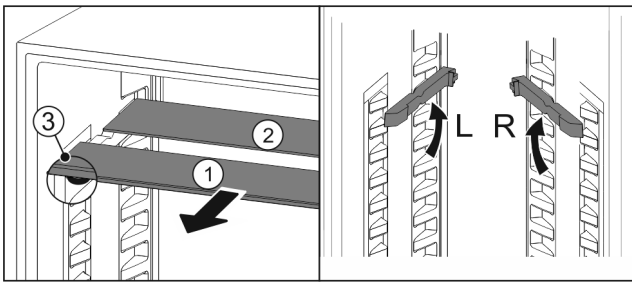

Fig. 43
- ▶ По одной извлеките Fig. 43 (1) стеклянные панели движением вперед.
- ▷ Стеклянная панель Fig. 43 (1) с декоративной планкой лежит спереди.
- ▷ Стопоры Fig. 43 (3) показывают вниз.